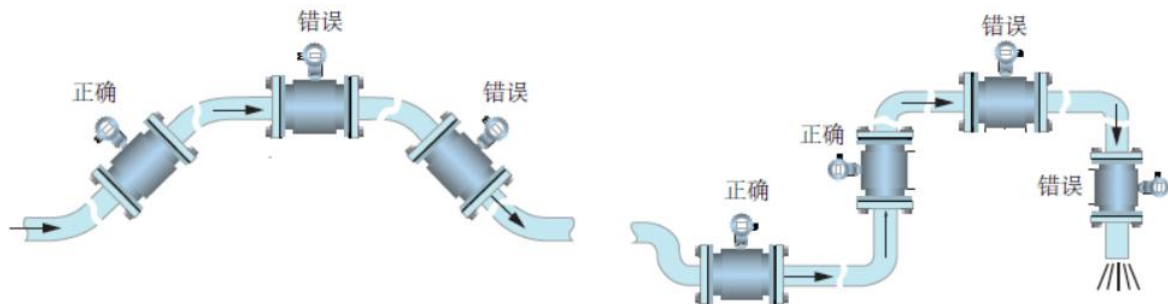

图 1 安装位置
- (1) 电磁流量计在安装时应避开阳光直射或周围温度过高的地方，防止励磁线圈因环境温度过高，出现不允许的温升导致绝缘性能破坏。
- (2) 电磁流量计应远离磁场，例如大电机、大变压器和电焊机等。
- (3) 电磁流量计在安装时应避免振动。
- (4) 流体流动方向应与流量计标志的方向一致。
- (5) 电磁流量计一般安装在阀的上游。
- (6) 电磁流量计必须在满管条件下工作，不能空管或不满管，要保证测量管道内始终充满被测介质，安装时应注意安装位置，如图 1 所示。